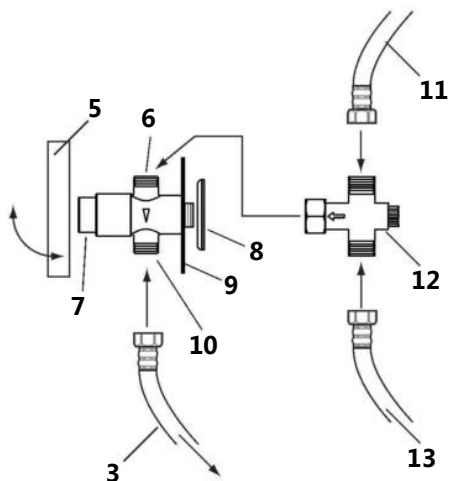

Abb. 3
8. Klappen Sie die vordere Abdeckplatte (5) vom Handwaschbecken hoch.
9. Bringen Sie die Mischbatterie (12) am Gewinde (6) der Kniebetätigungsarmatur (10) an. (Abb.3)
11. Bringen Sie die Kniebetätigungsarmatur (10) mit der Mischbatterie (12) an der Öffnung der Metallplatte (9) im vorderen Bereich des Handwaschbeckens so an, dass der Knopf (7) der Kniebetätigungsarmatur vorne ist.
12. Verbinden Sie das freie Ende vom mitgelieferten flexiblen Schlauch (3) mit der Kniebetätigungsarmatur (10), indem Sie den Schlauch auf das Gewinde der Kniebetätigungsarmatur (10) festschrauben. (Abb. 3)
- Verbinden Sie mithilfe der flexiblen Schläuche den Kaltwasseranschluss (11) und den Warmwasseranschluss (13) mit der Mischbatterie (12). Mit der Schraube (8) kann das gewünschte Mischverhältnis von Warm- und Kaltwasser eingestellt werden. (Abb. 3)